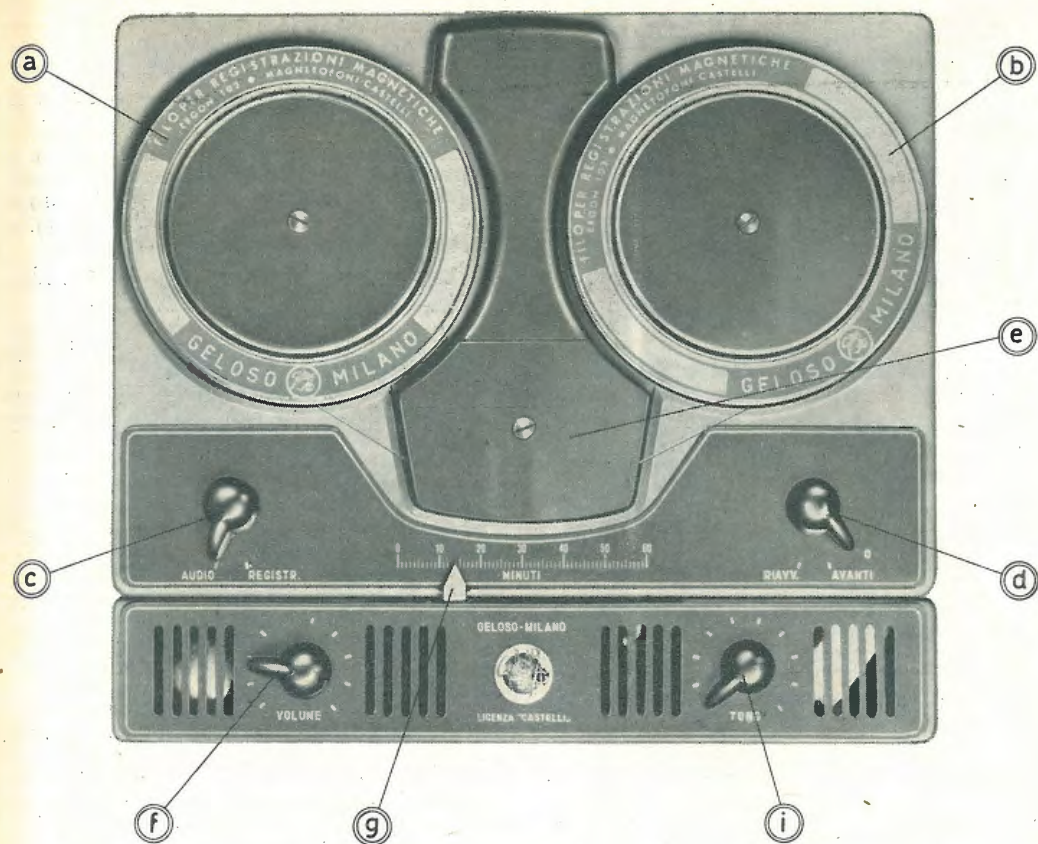
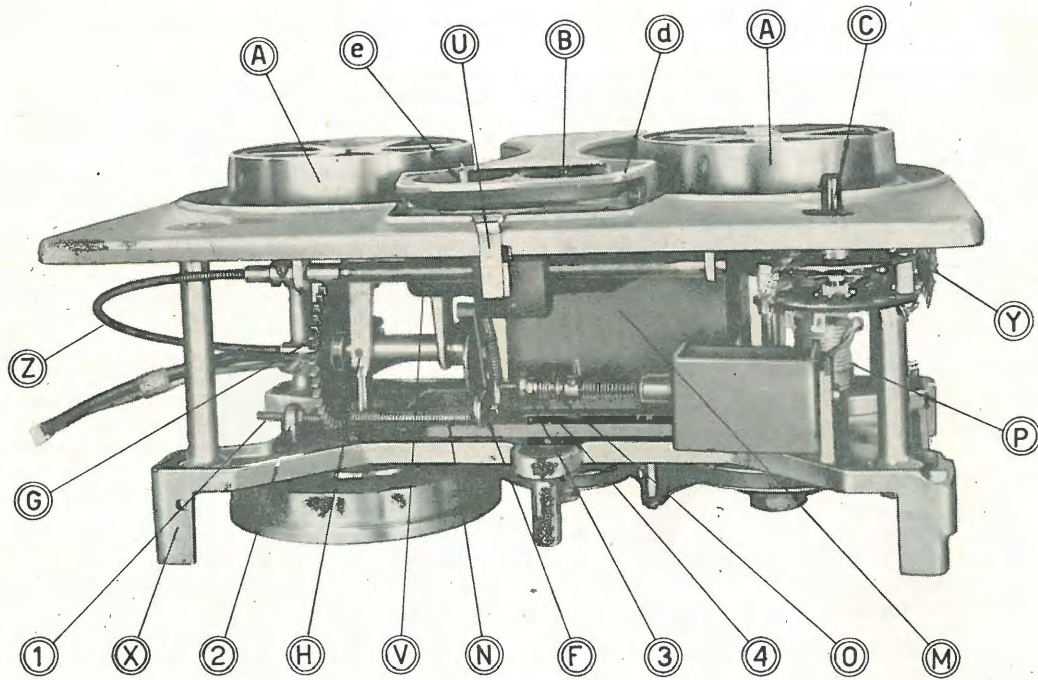
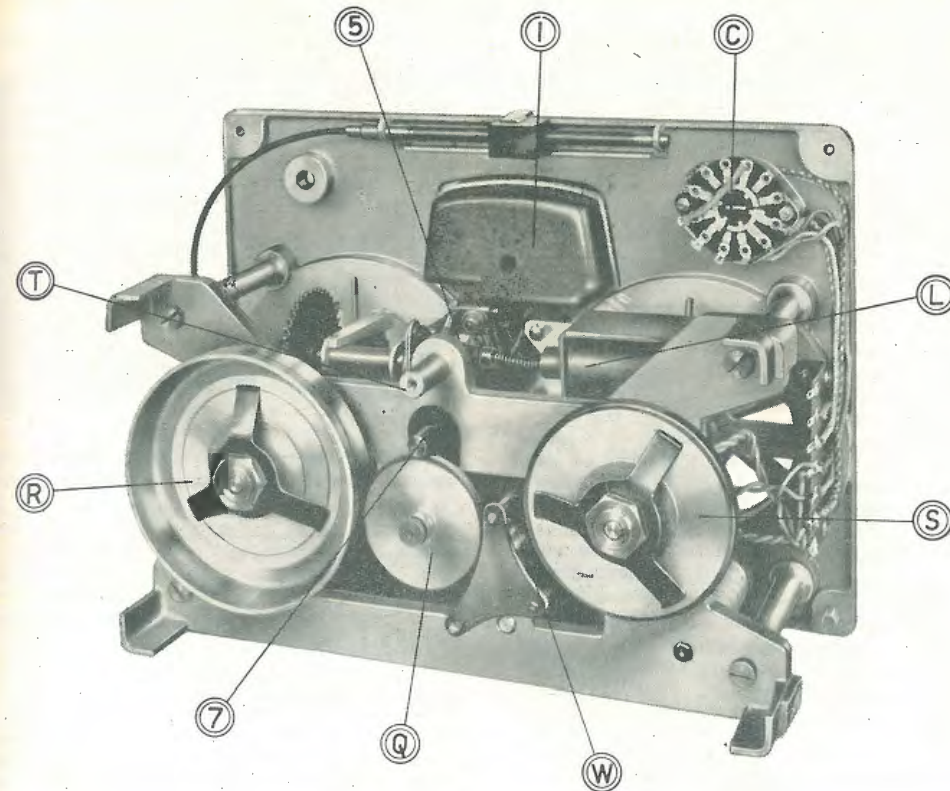

Fig. 1. - Veduta del piano superiore del registratore con i diversi bottoni di comando.
Fig. 2. - Il complesso meccanico. Si osservi l'intelaiatura, il piano superiore e quello inferiore.
Fig. 3. - Il complesso meccanico. Sono visibili, tra l'altro, gli organi situati sotto il pannello inferiore.
3) Ruotando il bottone ad indice « i » (vedi fig. 1), che comanda, oltre alla regolazione di tono in audizione, l'interruttore generale dell'apparecchio. Ruotando pertanto tale bottone verso destra si dà sentire uno scatto l'apparecchio — dopo una attesa di circa 15" — sarà pronto per il funzionamento essendosi nel frattempo riscaldate le valvole.
4) Sopra i due tamburi (« A » - fig. 2) devono essere inseriti i caricatori del filo (« b » - « a » fig. 1) avendo cura di porre in « b » una bobina carica ossia con tutto il filo avvolto. La bobina « a » è quella destinata a ricevere il filo e pertanto ne deve essere priva o deve essere in con-
5) Mettere in moto il motore dell'apparecchio portando l'indice del bottone « d » (fig. 1) in corrispondenza della scritta AVANTI. Il tamburo « a » (fig. 1) inizierà la rotazione.
- 7) Arrestare l'apparecchio portando nuovamente l'indice del bottone «d» (fig. 1) in posizione «0».
- 8) Mettere l'indice del segnatempo «g» (fig. 1) sullo zero premendo l'indice stesso verso il basso, leggermente, e spostandolo contemporaneamente verso sinistra.
- 2) Portare l'indice del bottone «c» (fig. 1) in posizione REGISTRAZIONE.
- 3) Portare l'indice del bottone del volume («f» - fig. 1) sulla tacca segnata in rosso.
- 4) Portare l'indice del bottone («d» - fig. 1) nuovamente sulla posizione AVANTI come già si era fatto all'inizio per far avvolgere le prime spire di filo.
- 6) Ultimata la registrazione o comunque, per arrestare l'apparecchio, portare l'indice del bottone «d» (fig. 1) in posizione «0» ciò che farà arrestare lo svolgimento del filo. Passando l'indice del bottone «c» (fig. 1) dalla posizione REGISTRAZIONE a quella AUDIO l'apparecchio sarà pronto per l'audizione.
- 3) Eseguire tutte le operazioni di cui alla registrazione da microfono dal N. 2) al N. 6). Il cordone di raccordo N. 363 è dotato di apposito attenuatore sì da consentire una registrazione ottima lasciando il comando di volume («f» - fig. 1) in corrispondenza della tacca rossa allorchè si impiega un pick-up a tensione d'uscita normale. Se la tensione d'uscita del pick-up è invece alquanto bassa si potrà portare l'indice del regolatore di VOLUME oltre la tacca rossa ciò che aumenterà l'amplificazione del segnale entrante; a questo proposito sarà bene effettuare qualche prova preliminare notando l'indicazione per la quale si hanno i migliori risultati senza peraltro amplificare eccessivamente ciò che recherebbe distorsione.
La regolazione del volume sonoro di incisione sarà effettuata sempre dal comando del registratore e normalmente si noterà che la migliore condizione corrisponde all'indice del bottone «f» (fig. 1) in corrispondenza della tacca rossa. Anche per queste registrazioni sarà opportuno effettuare qualche prova preliminare che consentirà di determinare la migliore posizione del regolatore di volume in dipendenza dell'intensità della ricezione radio.
— il bottone «c» (fig. 1) deve trovarsi in posizione AUDIO. Non osservando questa avvertenza e cioè facendo svolgere il filo inciso con l'indice del bottone «c» (fig. 1) posto su REGISTRAZIONE, quanto è stato registrato verrà automaticamente cancellato con lo svolgimento del filo stesso.
1) Riavvolgere il filo che durante la registrazione si è portato dal rochetto «b» al rochetto «a» (fig. 1); per far ciò è sufficiente che l'indice del bottone «d» (fig. 1) sia volto sulla posizione RIAVVOLGIMENTO. Il filo si riavvolgerà in «b» (fig. 1) assai più rapidamente di quanto non faccia allorchè si registra e cioè di quanto si avvolge in «a» (fig. 1). Durante il riavvolgimento il segnatempo «g» (fig. 1) — che si sarà spostato nella fase di registrazione verso destra segnando la durata in minuti primi — si sposterà automaticamente in senso contrario e cioè tornerà verso lo zero. Durante il riavvolgimento si udranno nell'altoparlante suoni striduli e attenuati che saranno corrispondenti alla registrazione eseguita ma riprodotta a rovescio e a fortissima velocità. Questi suoni possono essere eliminati ruotando l'indice dell'indicatore di VOLUME verso lo zero mentre, in alcuni casi, con un po' di pratica ci si può valere di essi per individuare qualche punto particolare della registrazione dal quale si vuol iniziare l'audizione.
2) Terminato il riavvolgimento iniziatosi come sopra, o terminata la parte di riavvolgimento che interessa, è sufficiente portare l'indice del bottone «d» (fig. 1) sulla scritta AVANTI per poter ascoltare immediatamente l'audizione. Il tono ed il volume saranno regolati a piacere. Ci si ricordi, come è detto sopra, di osservare che il bottone «c» (fig. 1) sia sulla posizione AUDIO.
I comandi di svolgimento e riavvolgimento del filo possono essere eseguiti anche a mezzo di pulsanti a pedale. Sullo schema elettrico si può osservare il relais che ha lo scopo di affettuare le commutazioni in dipendenza delle manovre eseguite sul comando a pedale o col comando del commutatore «d» (fig. 1).
La fig. 2 e la fig. 3 illustrano la parte meccanica del registratore e recano l'indicazione di tutti i particolari. Si può osservare che l'assieme è costituito da una robusta intelaiatura recante un piano superiore a pannello, colonne distanziatrici ed un piano inferiore. I due piani sono in metallo in pressofusione.
Dal pannello superiore sporgono i due tamburi portabobine «A» (fig. 2) ed il perno relativo al commutatore del comando di marcia «C» (fig. 2).
Nel complesso portatestine «B» ed «I» (fig. 2 e 3) sono montate la testina di cancellazione in «d» (fig. 2) e di registrazione in «e» (fig. 2). Nel portatestine citato viene pure montato il filtro equalizzatore a resistenza-capacità.
Il portatestine durante il funzionamento effettua un movimento di va e vieni nel senso verticale così da assicurare un regolare ed uniforme avvolgimento e svolgimento del filo dalle bobine e sulle bobine per quanto riguarda gli strati nel senso della larghezza. Questo movimento è ottenuto a mezzo della camma a cardioide «F» (fig. 2) che a sua volta riceve il movimento del-
l'ingranaggio «G» e della vite senza fine «H» (fig. 2).
Nella parte inferiore del portatestine è collocato un peso in ghisa «I» (fig. 3) il cui scopo è quello di eliminare vibrazioni meccaniche che potrebbero essere trasmesse alle testine.
Tra i due piani di pressofusione di cui si è detto sopra, sono collocati diversi organi del complesso e precisamente l'elettromagnete «L» (fig. 3) di retromarcia, il motore «M» (fig. 2) le molle di pressione «N» ed «O» (fig. 2), la resistenza «P» (fig. 2) del valore di 150 ohm connessa elettricamente in serie al motore (vedi schema elettrico) e dal cavo flessibile «Z» (fig. 2).
Nella parte sottostante il secondo pannello si trova la puleggia del motore a due gradini, la puleggia intermedia «Q», le due ruote a frizione «R» ed «S» nonché il piedino «T» (fig. 3) che serve per il fissaggio di tutta la struttura al mobile.
I comandi elettrici relativi al funzionamento del complesso meccanico fanno capo al commutatore «C» (fig. 2 e 3) cui corrisponde il bottone ad indice «d» (fig. 1). Il commutatore, allorchè l'indice è sulla posizione di AVANTI (registrazione o audizione) consente il passaggio della corrente verso il motore «M» (fig. 2); in questa posizione, in serie all'alimentazione del motore si trova la resistenza «P» (fig. 2) per cui il motore stesso non sviluppa tutta la sua potenza. La puleggia con anello esterno di gomma «Q» (fig. 3) ha aderente a se stessa la puleggia «W» (fig. 3) del motore (gradino a diametro più piccolo) grazie all'azione della molla «N» (fig. 2). La stessa puleggia «Q» aderisce alla ruota di frizione «R» (fig. 3) e mette così in movimento (movimento che riceve, come si è visto dalla puleggia del motore) il perno del tamburo portabobine di avammarcia.
b) L'elettromagnete «L» (fig. 3) riceve corrente; si vince il risucchio del suo nucleo, nucleo che rimanda la resistenza della molla «N» e, verificandosi la compressione della molla «O» il motore sarà costretto a ruotare su di se stesso per un piccolo angolo. In seguito a tale rotazione la puleggia del motore aderirà col gradino a maggior diametro alla ruota con frizione «S» (fig. 3) e sarà così trascinato il perno del tamburo di riavvolgimento.
Regolazione molla «N» — Qualora l'apparecchio non avesse sufficiente forza di trazione nella marcia in avanti è necessario tendere ulteriormente la molla «N». Tale regolazione si effettua allentando i dadi 1 e 2 (fig. 2), avvitando maggiormente il dado 1 e bloccandolo poi con il controdado 2. Si presti attenzione a non esagerare nella tensione di detta molla per evitare difficoltà di partenza del motore o cattivo funzionamento in retromarcia.
Regolazione molla «O» — La regolazione di questa molla si rende necessaria se l'apparecchio non presenta sufficiente forza di trazione in retromarcia. Per tendere ulteriormente tale molla si agisca sul dado 4 e sul controdado 3 (fig. 2). Anche qui occorre non tendere troppo la molla per evitare difficoltà di partenza del motore.
il filo tende ad avvolgersi prevalentemente da un lato della bobina formando un avvolgimento a forma tronco-conica. In questo caso occorre spostare la regolazione del portabobine verso l'alto se l'ammassamento ha luogo verso il basso e viceversa. Per spostare la corsa occorre allentare dapprima il dado «5» (fig. 3) nonché il dado ad esso opposto. Si regoli poi la posizione dei due dadi sul perno filettato si da ottenere uno spostamento del porta testine nell'uno o nell'altro senso. Prima di stringere i dadi ci si accerti che la leva che dà il movimento al porta testine risulti bene in centro.
Regolazione corsa del motore — L'angolo di cui il motore può ruotare per passare da una marcia all'altra, è determinato dalla posizione della puleggia intermedia «Q» (fig. 3), ed è tarato in fabbrica in modo che, in posizione di marcia avanti, tra il gradino maggiore della puleggia del motore e la ruota «S», vi sia uno spazio di 0,5 mm. Tale spazio non è eccessivamente critico e può variare entro limiti abbastanza alti. Dopo lungo uso però lo spazio può diventare realmente eccessivo a causa del consumo della gomma. In tale caso si allenti la vite «7» (fig. 3), si sposti la puleggia «Q» verso il basso fino ad ottenere ancora l'intervallo di cui sopra, e si torni a stringere la vite «7».
- 4) Togliere la vite di fissaggio che passa per il foro «X» (fig. 2).